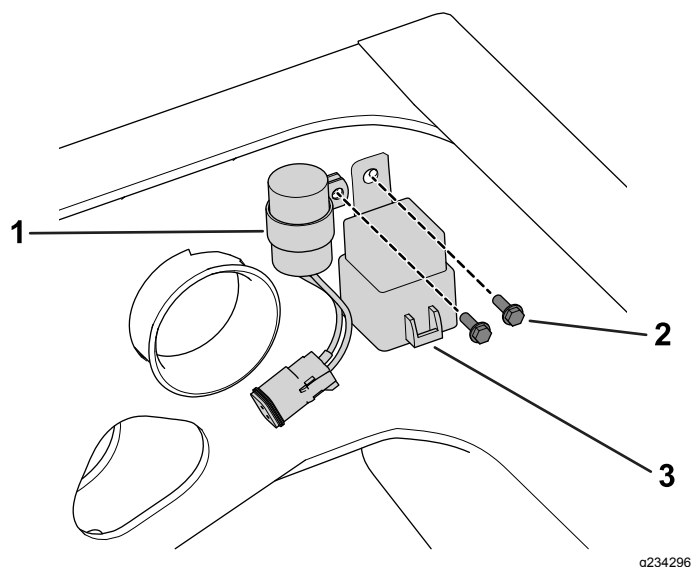

Figure 3
2. Avec 2 vis, fixez le module temporisateur et le relais dans les trous de la plaque avant (Figure 3).